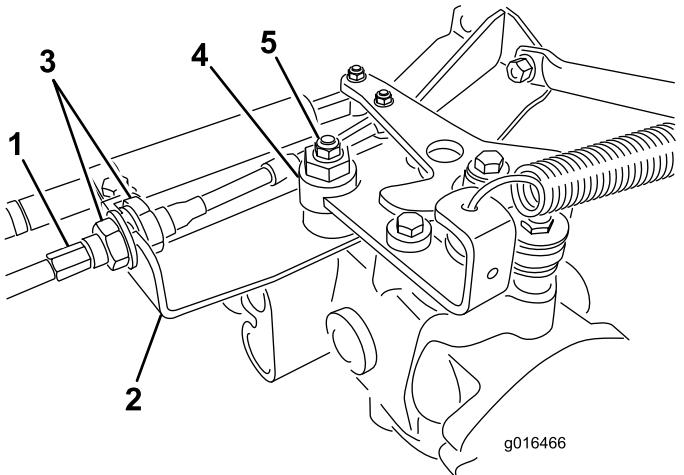

Figure 42
- A. Desserrez les deux écrous de blocage qui fixent le câble de commande de déplacement à la tôle de traversée sur l'hydrostat (Figure 42). Desserrez les écrous de blocage uniformément et suffisamment pour permettre le réglage.
Remarque: Desserrez l'écrou de fixation de l'excentrique en haut de l'hydrostat (Figure 42).
- E. Lorsque la route arrête de tourner, serrez l'écrou pour bloquer l'excentrique et le réglage (Figure 42).
- G. De chaque côté de la tôle de traversée, serrez les contre-écrous uniformément pour fixer le câble de commande de déplacement à la tôle (Figure 42). Ne tordez pas le câble.